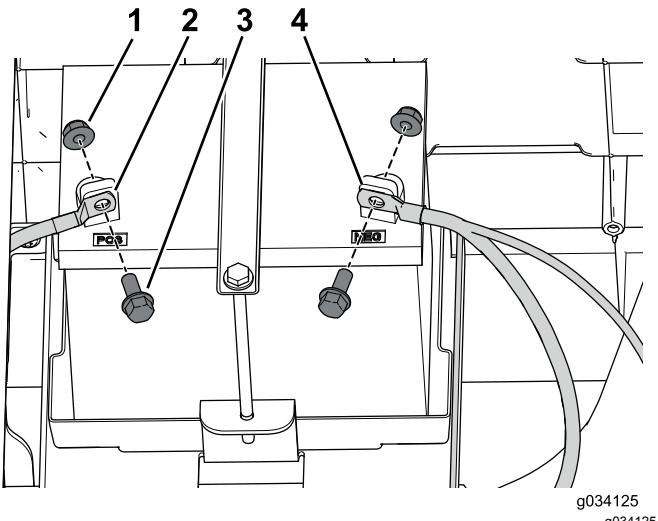

Figure 7
- Débranchez le câble négatif (-) de la batterie, puis le câble positif (+).Figure 7
3. Fixez les câbles de la batterie avec les 2 boulons et les 2 écrous retirés précédemment, puis connectez les bornes de la batterie (Figure 7).